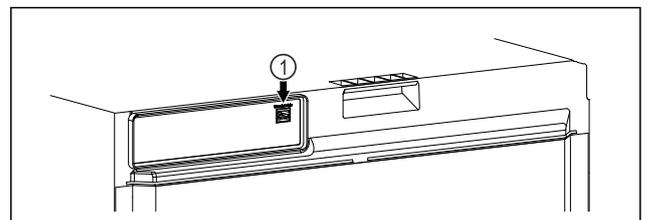

Fig. 104
- SmartModule Fig. 104 (1) ir ievietots.